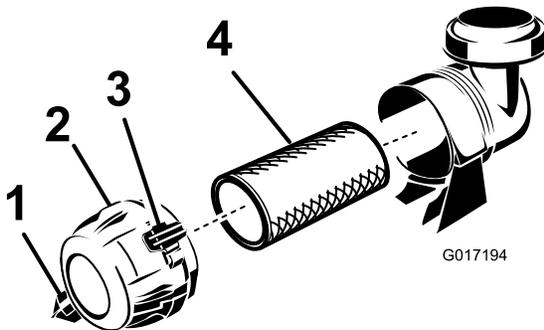

Figura 22
1. Tire hacia fuera del enganche y gire la tapa del limpiador de aire en el sentido contrario a las agujas del reloj (Figura 22).
3. Retire suavemente el filtro de la carcasa del limpiador de aire (Figura 22) para reducir la cantidad de polvo desplazado.
3. Limpie el orificio de salida de suciedad de la cubierta extraíble (Figura 22).